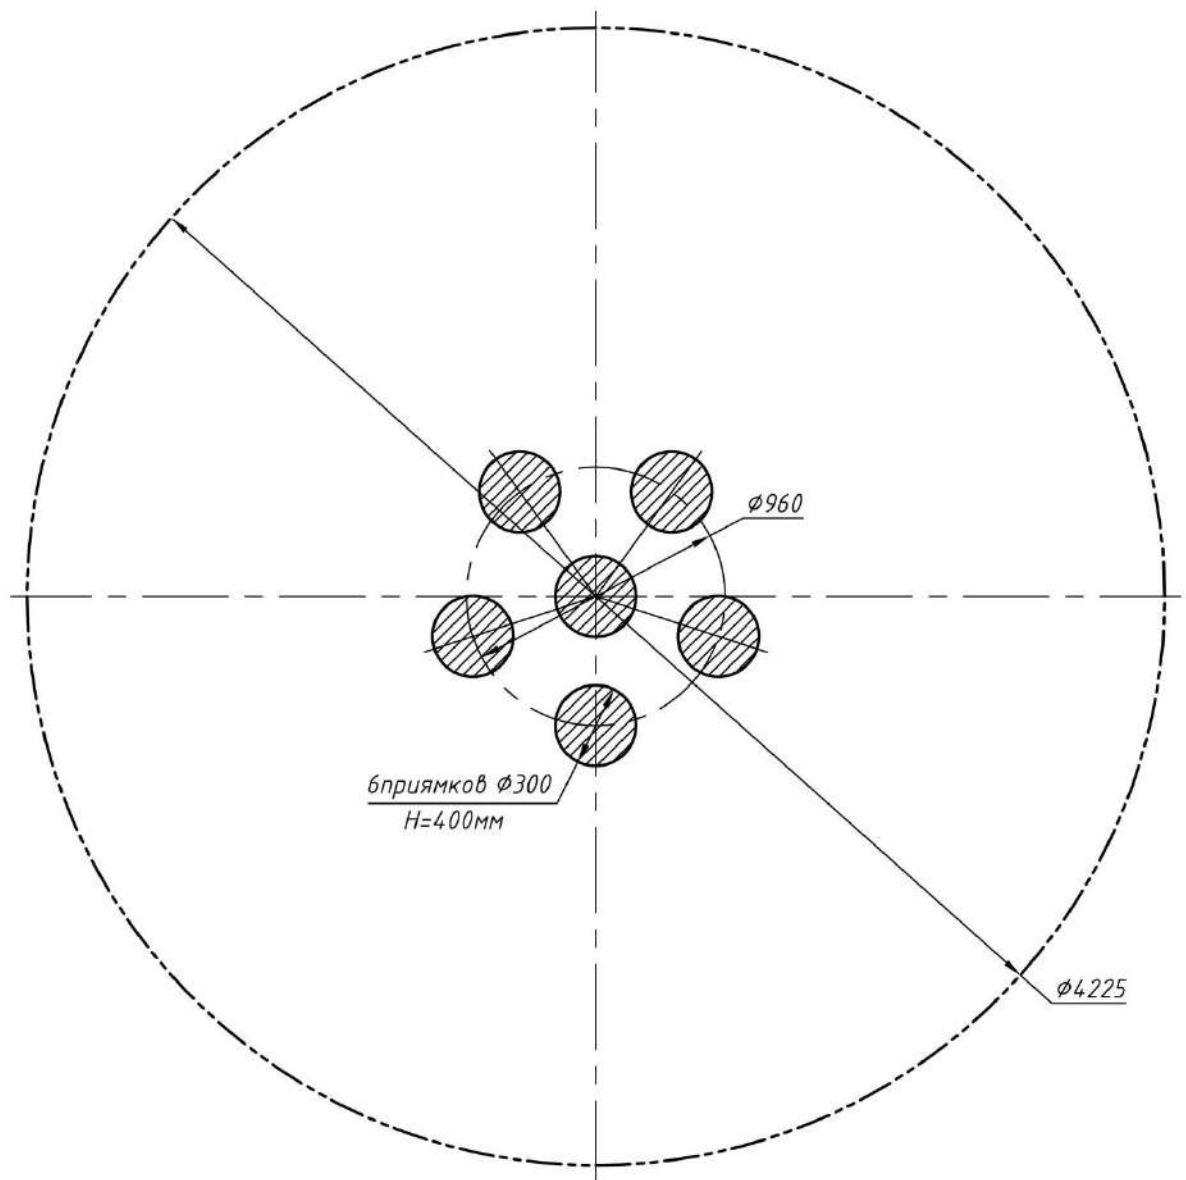

Рис.3 План фундамента Столика со стульчиками РТР 039
12.5. Столик со стульчиками опустить в заранее подготовленные фундаментные прямки, выставить по нивелиру горизонтальность столешницы и сидений, заглубление каркасов в грунт - по базовым отметкам заглубления, забетонировать каркасы Столика со стульчиками. Фундаментные прямки выполняются в соответствии с планом фундамента (рис. 3).